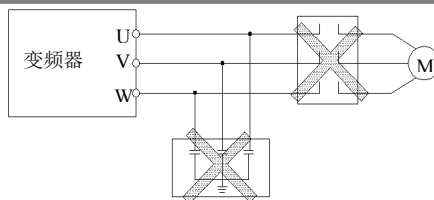

图 3-6 变频器与电机之间禁止使用接触器和吸收电容
- (1) 接线前，确保已完全切断电源 10 分钟以上，否则有触电危险。
- (2) 严禁将电源线与变频器的输出端 U、V、W 连接。
- (3) 变频器本身机内存在漏电流，中大功率变频器整机的漏电流大于 5mA，为保证安全，变频器和电机必须安全接地，接地线一般线径为 3.5mm2 以上铜线，接地电阻小于 10Ω。
- (4) 变频器出厂前已通过耐压试验，用户不可再对变频器进行耐压试验。
- (5) 变频器与电机之间不可加装电磁接触器和吸收电容或其它阻容吸收装置，如图 3-6。
- (6) 为提供输入侧过电流保护和停电维护的方便，变频器应通过中间继电器与电源相连。
- (7) 继电器输入及输出回路的接线（X1~X8、OC1~OC4、FWD、REV），应选用 0.75mm2 以上的绞合线或屏蔽线，屏蔽层一端悬空另一端与变频器的接地端子 PE 或 E 相连，接线长度小于 20m。